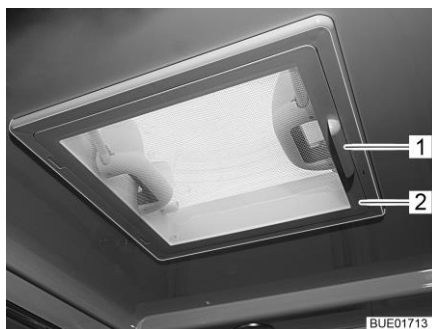

Fig. 112 Oblò a scatto
- Spingere la protezione contro gli insetti (Fig. 112,2) verso il basso utilizzando la maniglia (Fig. 112,1).